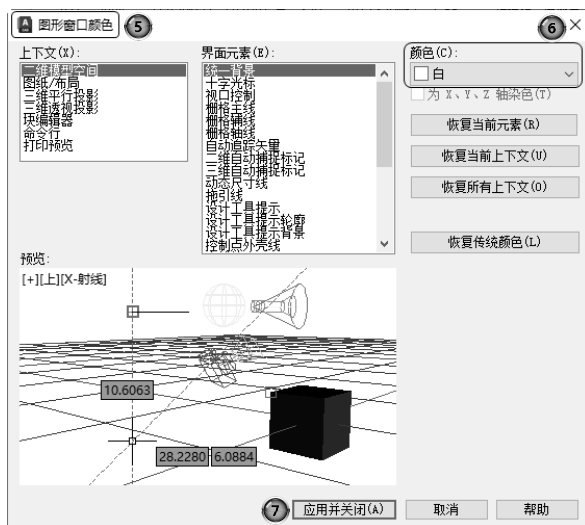

图 1-12 “图形窗口颜色”对话框
(1) 选择菜单栏中的“工具”→“选项”命令，在打开的①“选项”对话框中选择②“显示”选项卡，如图 1-11 所示。单击③“窗口元素”选项组中的④“颜色”按钮，打开如图 1-12 所示的⑤“图形窗口颜色”对话框。
(2) ⑥在“颜色”下拉列表框中选择需要的图形窗口颜色，⑦然后单击“应用并关闭”按钮，即可将 AutoCAD 2024 的绘图窗口更改为所选的背景色。